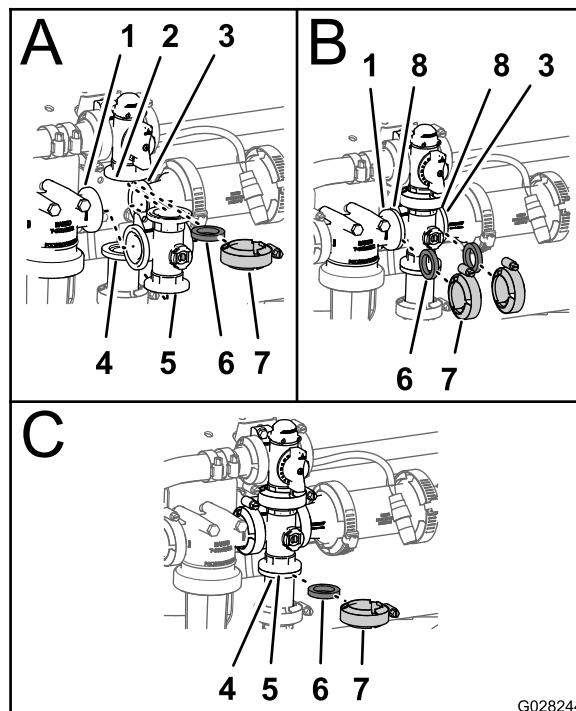

Figura 143
1. Allineate la flangia della valvola di bypass dell'agitatore, 1 guarnizione e la flangia del raccordo del tappo terminale del collettore della valvola dell'agitatore (Figura 143).
2. Montate la valvola di bypass dell'agitatore, la guarnizione e il collettore della valvola dell'agitatore con un morsetto e serrate manualmente (Figura 143).
3. Allineate una guarnizione tra le flange della testa del filtro della pressione e il collettore della valvola dell'agitatore (Figura 143).
4. Montate la testa del filtro di pressione, la guarnizione e il collettore della valvola dell'agitatore con un morsetto e serrate manualmente (Figura 143).
5. Allineate una guarnizione tra le flange del collettore della valvola dell'agitatore e il giunto del riduttore (Figura 143).
- Montate il collettore della valvola dell'agitatore, la guarnizione e il giunto del riduttore con un morsetto e serrate manualmente (Figura 143).
- Allineate una guarnizione tra le flange del collettore della valvola dell'agitatore e il raccordo dell'adattatore per la valvola di accelerazione dell'agitatore (Figura 143).
- Montate il collettore della valvola dell'agitatore, la guarnizione e il raccordo dell'adattatore con un morsetto e serrate manualmente (Figura 143).